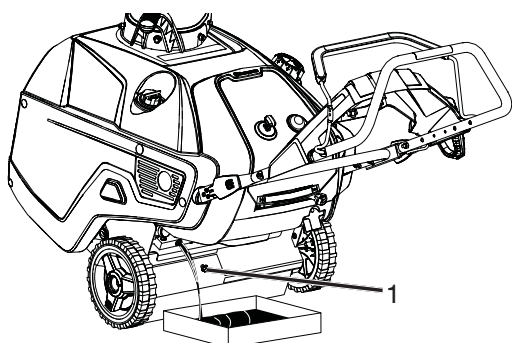

Figure 22
- Placer un contenant sous le bouchon de vidange d'huile, retirer le bouchon de vidange d'huile, puis basculer la souffeuse à neige vers l'arrière et laisser l'huile usée s'écouler dans le carter de vidange d'huile (Figure 22).